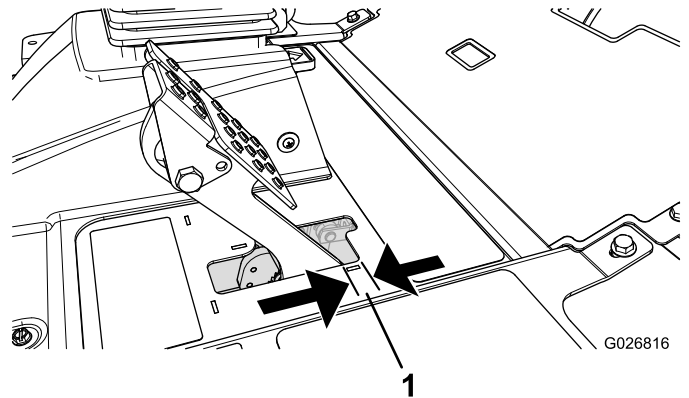

Рисунок 55
Тормоза необходимо отрегулировать, если свободный ход (Рисунок 55) педали тормоза превышает 2,5 см или требуется большее усилие нажатия для торможения. Свободный ход — это расстояние перемещения педали тормоза до ощущения тормозного сопротивления.
2. Затягивая заднюю гайку, переместите тросик назад так, чтобы свободный ход педалей тормоза составил от 0,63 до 1,27 см (Рисунок 55) до момента фиксации колес.